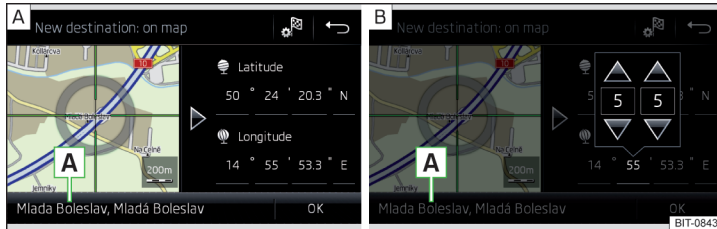

Abb. 231 Ziel eingeben: über den Kartenpunkt / mithilfe von GPS-Koordinaten
- › Durch Bildschirmberührung das gewünschte Ziel in das Fadenkreuz verschieben » Abb. 231 - A.
- › Die Funktionsfläche mit dem gewünschten Wert der GPS-Koordinate für die geografische Breite  und geografische Länge  antippen » Abb. 231 - B.
Sind in den Navigationsdaten des Infotainments Informationen zum eingegebenen Punkt verfügbar, dann werden diese statt der GPS-Koordinaten angezeigt (bspw. Adresse A » Abb. 231).